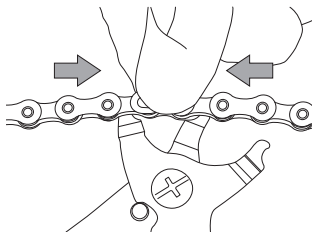

Abb.11
- Drücken Sie das C-Link™ durch Druck von beiden Seiten (innen und außen) zusammen und betätigen Sie gleichzeitig die Zange, um die beiden Stifte anzunähern (Abb. 11).